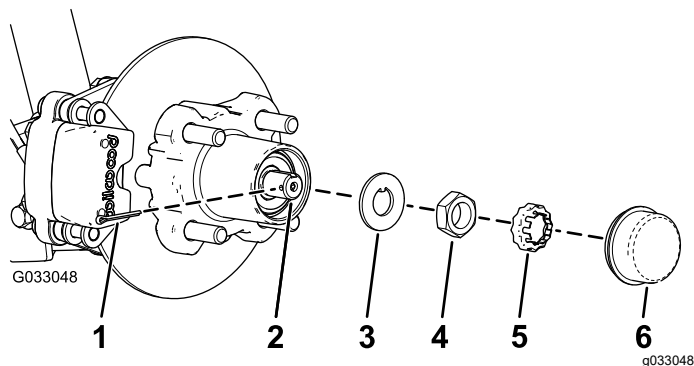
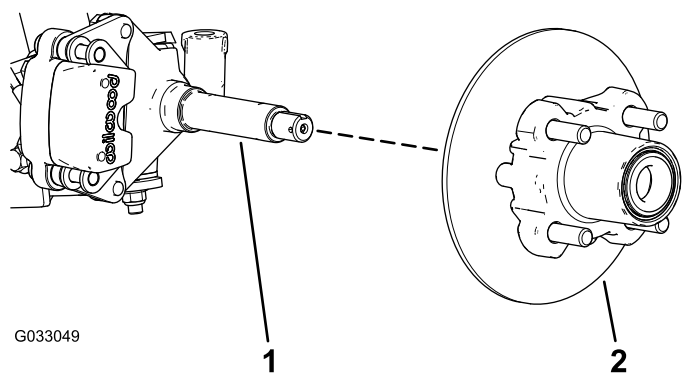

Figura 25
Figura 26
4. Retire el tapón guardapolvo del cubo (Figura 25).
5. Retire la chaveta y el retén del eje/tuerca del eje (Figura 25).
6. Retire la tuerca del eje y separe el conjunto de cubo y rotor del eje (Figura 25 y Figura 26).